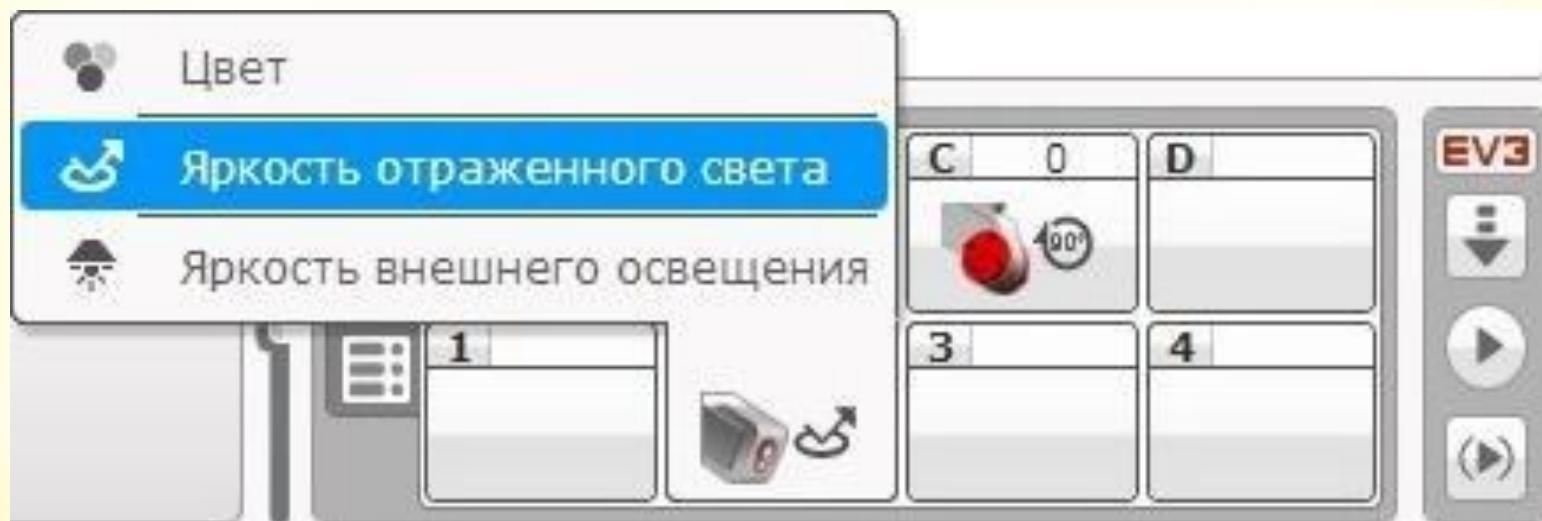

Рис. 11
* Для выбора варианта отображения показаний датчиков необходимо нажать на изображение датчика и выбрать нужный режим (Рис. 11)